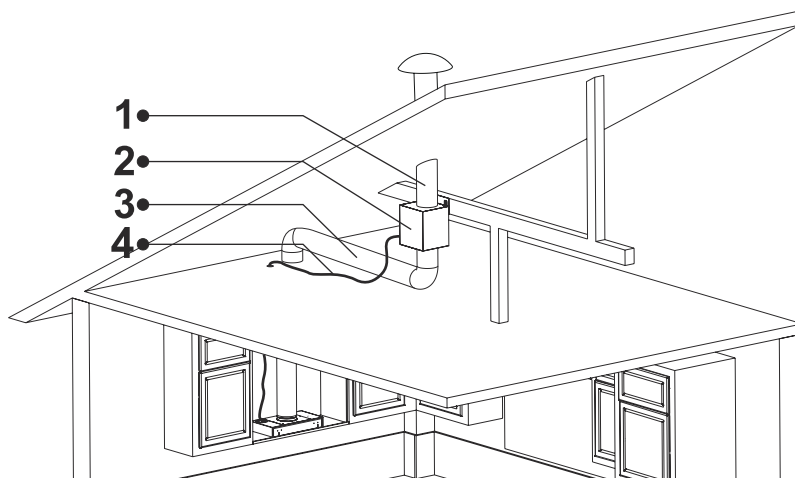

Fig. 24
12. Anslut nu utsugskanalerna till motorkabinettet (Fig. 24).
Använd den 8m långa 9-poliga multikabeln och anslut den från fläkten till motorkabinettet (Fig. 24).